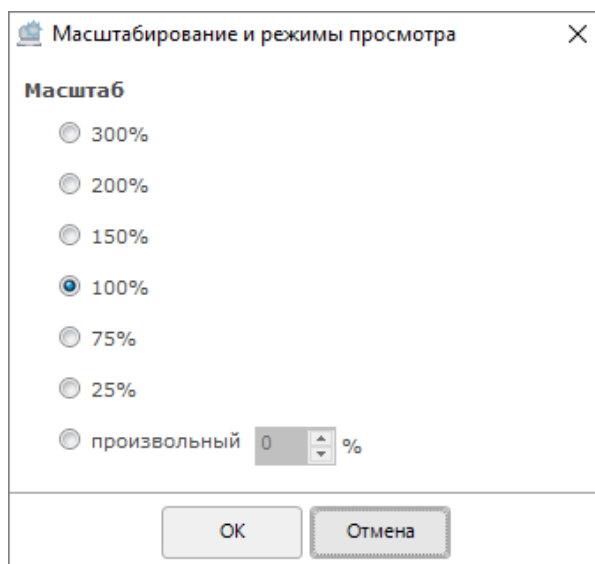

Рисунок 6-532 Диалоговое окно "Масштабирование и режимы просмотра"
- установкой необходимого значения масштаба в диалоговом окне «Масштабирование и режимы просмотра» (см. Рисунок 6-532), которое может быть вызвано: